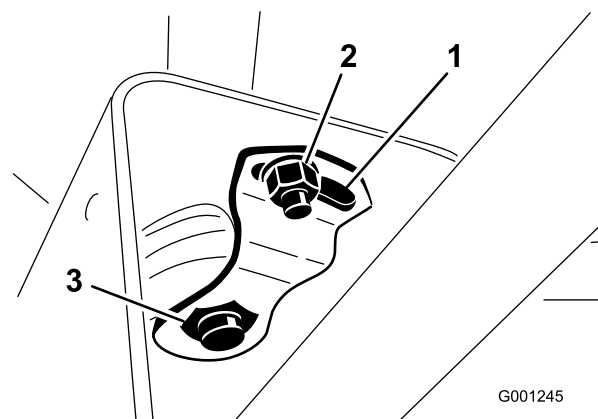

Figura 69
3. Afloje la tuerca pequeña, y gire el soporte del pivote hasta que apriete la tuerca grande que está debajo (Figura 69).